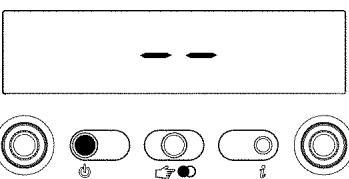

Рис. 87
При программировании параметров котел должен быть выключен (OFF). Для этого нажмите кнопку , чтобы на дисплее загорелись две черточки “- -” (рис. 87).
- Котел передает в состояние “- -“ (выключен). Для возобновления его работы нажмите кнопку  (рис. 87).